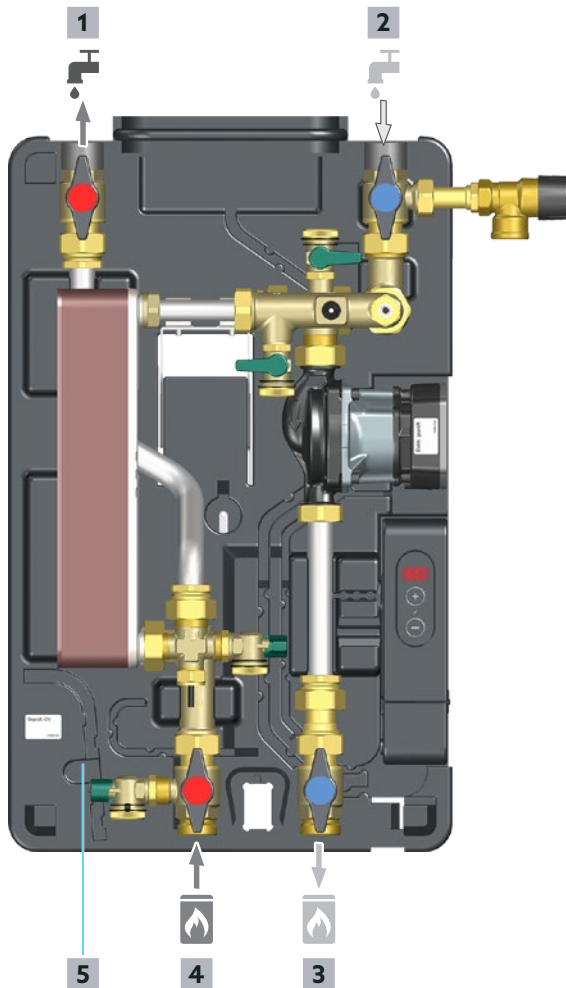

Abb. 14: Funktionsbeschreibung
- Montieren Sie gegebenenfalls möglichst nahe an den Kaltwasser-Anschluss der Station einen weiteren Trinkwasser-Filter (TF) (Oventrop Zubehör).
- Montieren Sie einen Rückflussverhinderer (Position **4** in Abb. 4 auf Seite 13) in den Vorlauf Trinkwasser kalt (Position **2** in Abb. 14 auf Seite 21), um das Trinkwasser kalt vom bereits erwärmten Trinkwasser innerhalb der Station zu trennen.